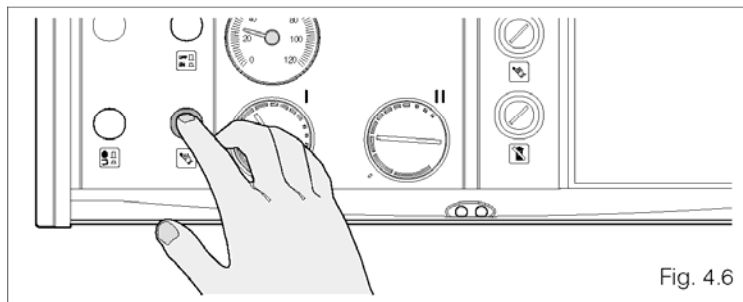

Fig. 4.6
- Подождите приблизительно 1 минуту и нажмите кнопку «перезапуск горелки после аварийной остановки» (рисунок 4.6)